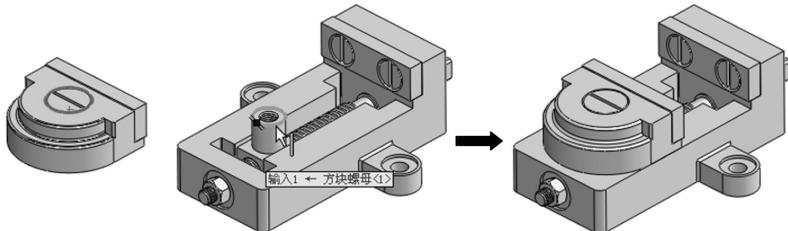

图 7-62 使用【同轴心】配合完成活动钳身的装配
- 05 使用【同轴心】配合，使活动钳身与方块螺母完全地同轴配合在一起，如图 7-62 所示，完成配合后，关闭【配合】属性面板。